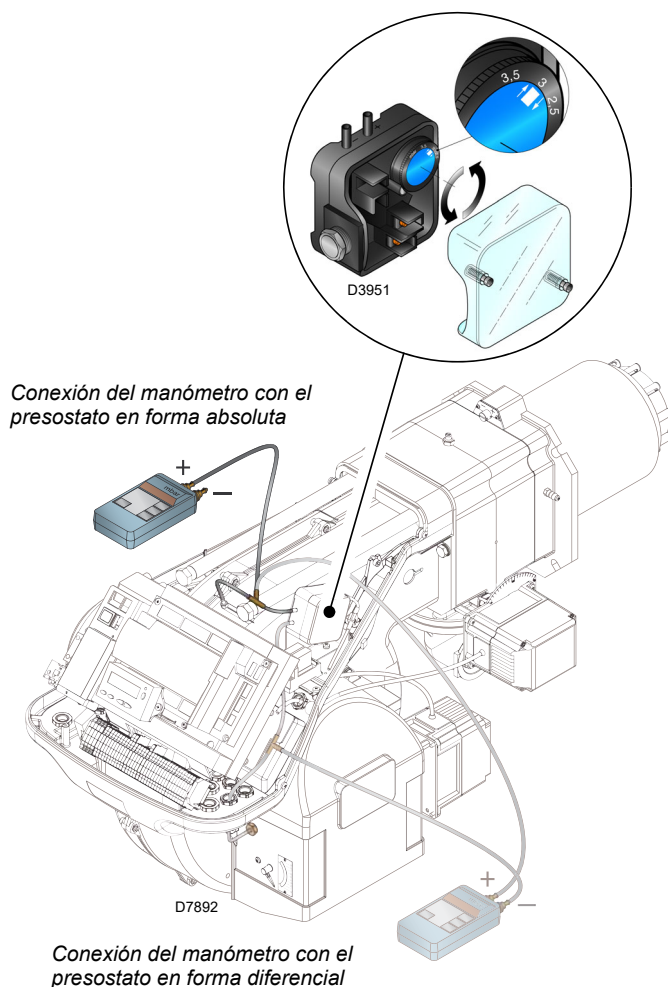

Fig. 29
- Regular el presostato de aire (Fig. 29 a pág. 35) en el inicio de la escala.
Regular el presostato de aire (Fig. 29) después de haber efectuado todas las demás regulaciones del quemador, con el presostato de aire ajustado al inicio de la escala.
La conexión del manómetro se muestra en la Fig. 29. La configuración estándar es la del presostato aire conectado en forma absoluta. Nótese la presencia de una conexión en "T" no suministrada.
En este caso también el manómetro se debe conectar en forma diferencial, como se muestra en la Fig. 29.